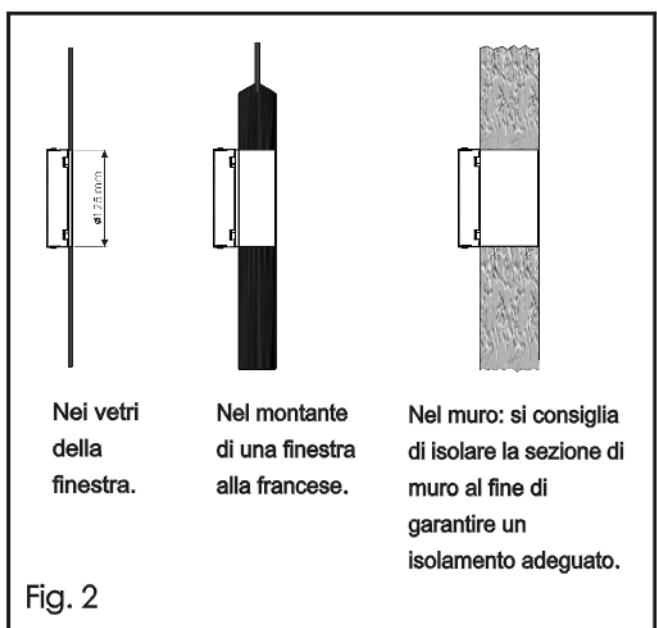

Fig. 2
- Praticare un foro in una parete esterna o attraverso un vetro. Rispettare l'altezza e le dimensioni del foro secondo quanto indicato in Fig. 2.